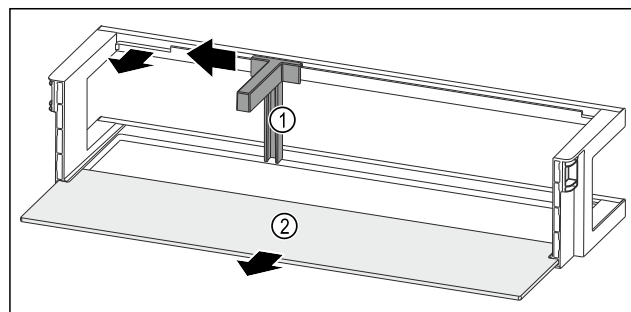

Fig. 97 Лотки на дверцятах із тримачем пляшок і полицею
- ▶ Пересуньте тримач пляшок Fig. 97 (1) убік до пазу.
- ▶ Вийміть тримач пляшок Fig. 97 (1).
- ▶ Дістаньте полицю Fig. 97 (2).